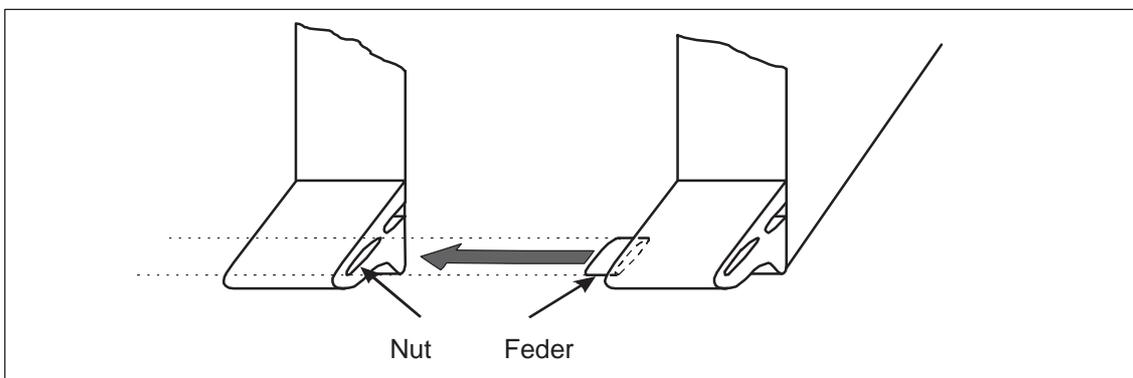

Bild 2-4 Verbinden der Baugruppen durch Nut und Feder
In den Montageanleitungen der verschiedenen Kombinationen ist jeweils ein Arbeitsschritt zum Zusammenstecken der Baugruppen über Nut und Feder aufgeführt. Im Bild 2-4 können Sie sehen, wie die Baugruppen durch Nut und Feder miteinander verbunden werden.
2. Stecken Sie die Massenspeicher-Baugruppe auf die Grundbaugruppe und achten Sie darauf, daß die Feder am Auswurfhebel der Massenspeicher-Baugruppe in die Nut im Auswurfhebel der Grundbaugruppe einrastet (siehe Bild 2-4). Die Verbindungsstecker der beiden Baugruppen müssen ganz zusammengesteckt sein.
3. Stecken Sie die AT-Slot-Baugruppe auf die Grundbaugruppe und achten Sie darauf, daß die Feder am Auswurfhebel der AT-Slot-Baugruppe in die Nut im Auswurfhebel der Massenspeicher-Baugruppe einrastet (siehe Bild 2-4). Die Verbindungsstecker der beiden Baugruppen müssen ganz zusammengesteckt sein.
3. Stecken Sie die 2. AT-Slot-Baugruppe auf die 1. AT-Slot-Baugruppe und achten Sie darauf, daß die Feder am Auswurfhebel der 2. AT-Slot-Baugruppe in die Nut im Auswurfhebel der 1. AT-Slot-Baugruppe einrastet (siehe Bild 2-4). Die Verbindungsstecker der beiden Baugruppen müssen ganz zusammengesteckt sein.
3. Stecken Sie die AT-Slot-Baugruppe auf die Massenspeicher-Baugruppe. Achten Sie darauf, daß die Feder am Auswurfhebel der AT-Slot-Baugruppe in die Nut im Auswurfhebel der Massenspeicher-Baugruppe einrastet (siehe Bild 2-4). Die Verbindungsstecker der beiden Baugruppen müssen ganz zusammengesteckt sein.
3. Stecken Sie die zweite AT-Slot-Baugruppe auf die erste AT-Slot-Baugruppe. Achten Sie darauf, daß die Feder am Auswurfhebel der zweiten AT-Slot-Baugruppe in die Nut im Auswurfhebel der ersten AT-Slot-Baugruppe einrastet (siehe Bild 2-4). Die Verbindungsstecker der beiden Baugruppen müssen ganz zusammengesteckt sein.